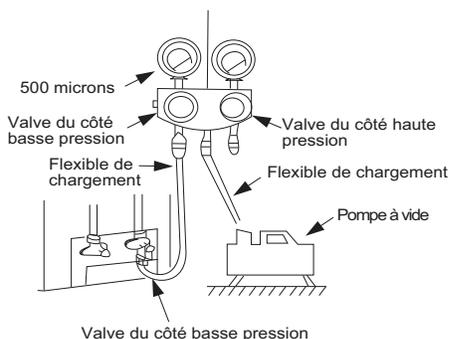

Fig. 18 – Collecteur
3. Ouvrez complètement le côté basse pression du manomètre du collecteur (voir figure 18).